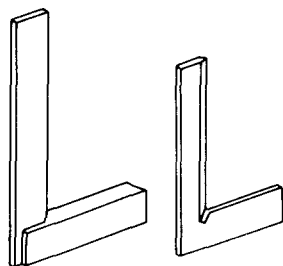

图 1-10 直角尺
(5) 角尺 也称直角尺,是钳工常用的测量工具,如图 1-10 所示。在划线时常用作划垂直线或平行线时的导向工具,也可用来找正工件在平台上的垂直位置。